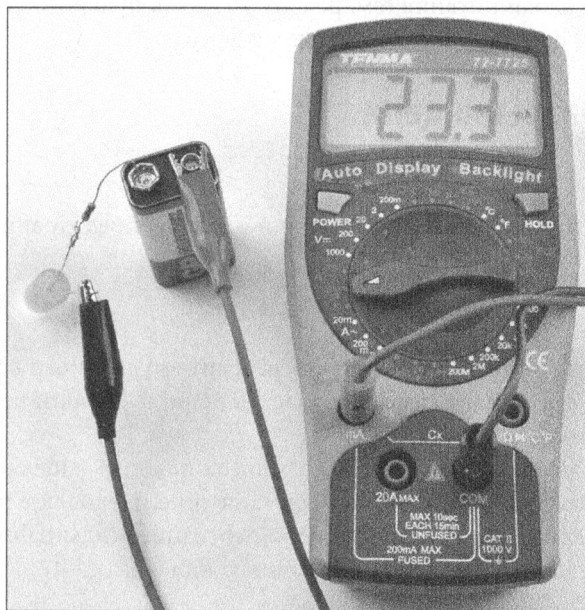

Рис. 21.3. Измерение силы тока мультиметром
- Выберите заведомо больший диапазон измерения постоянного (DC) или переменного (AC) тока, чем протекает в тестируемой электрической схеме.
- Подключите щупы к схеме так, чтобы образовать замкнутую цепь, например как показано на рис. 21.3.